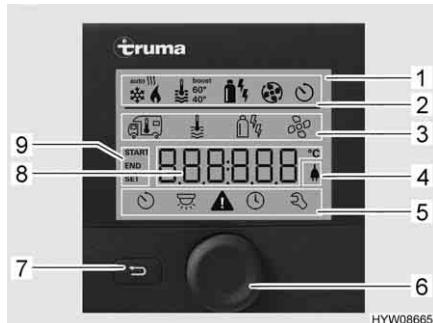
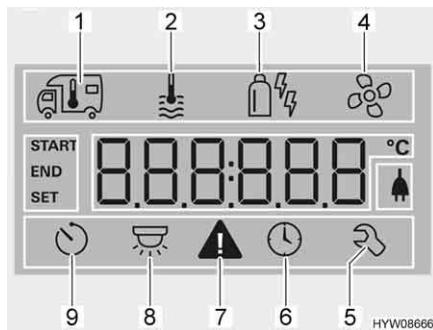

Fig. 151 Centralina di controllo con indicazioni
Fig. 152 Display (centralina di controllo)
- Riga di stato (Fig. 151,2)
- Riga di menu in alto (Fig. 151,3)
- Area di indicazione (Fig. 151,8)
- Riga di menu in basso (Fig. 151,5)
- Premere la manopola/il pulsante (Fig. 151,6) per circa 3 secondi. Vengono visualizzate entrambe le righe di menu (Fig. 151,3 e Fig. 151,5). Il primo simbolo lampeggia.
- Ruotare la manopola/il pulsante (Fig. 151,6), finché viene visualizzato il simbolo del menu desiderato.
- Premere la manopola/il pulsante per memorizzare il valore impostato. Se il valore impostato originariamente non deve essere modificato: Premere il tasto indietro (Fig. 151,7).
- Ruotare la manopola/il pulsante (Fig. 151,6), finché il simbolo del menu del riscaldamento (Fig. 152,1) lampeggia.
- Premere la manopola/il pulsante per memorizzare il valore impostato. Il simbolo nella riga di stato lampeggia (Fig. 151,2), finché viene raggiunta la temperatura impostata. Se il valore impostato originariamente non deve essere modificato: Premere il tasto indietro (Fig. 151,7).
- Ruotare la manopola/il pulsante (Fig. 151,6), finché il simbolo del menu relativo all'acqua calda (Fig. 152,2) lampeggia.
- Premere la manopola/il pulsante per memorizzare il valore impostato. Il simbolo nella riga di stato lampeggia (Fig. 151,2), finché viene raggiunta la temperatura dell'acqua impostata. Se il valore impostato originariamente non deve essere modificato: Premere il tasto indietro (Fig. 151,7).
Selezione della modalità di funzionamento:	<ul style="list-style-type: none"> <li>■ Ruotare la manopola/il pulsante (Fig. 151,6), finché il simbolo del menu relativo alla modalità di funzionamento (Fig. 152,3) lampeggiava.</li> <li>■ Premere la manopola/il pulsante.</li> <li>■ Ruotare la manopola/il pulsante, finché viene visualizzata la modalità di funzionamento desiderata: <ul style="list-style-type: none"> <li>●  Funzionamento a gas</li> <li>●  Funzionamento elettrico (900 W)</li> <li>●  Funzionamento elettrico (1800 W)</li> <li>●  Funzionamento a gas e elettrico (900 W)</li> <li>●  Funzionamento a gas e elettrico (1800 W)</li> </ul> </li> </ul>
- Premere la manopola/il pulsante per memorizzare la modalità di funzionamento impostata. Se il valore impostato originariamente non deve essere modificato: Premere il tasto indietro (Fig. 151,7).
- Ruotare la manopola/il pulsante (Fig. 151,6), finché il simbolo del menu delle ventole (Fig. 152,4) lampeggia.
- Ruotare la manopola/il pulsante (Fig. 151,6), finché il simbolo del menu del timer (Fig. 152,9) lampeggia.
- Premere la manopola/il pulsante. Il timer è attivato. Il simbolo del timer (Fig. 152,9) lampeggiante quando il timer è programmato e attivo.
In caso di avviso, il relativo simbolo lampeggia (Fig. 152,7). Il riscaldamento rimane in funzione. Se si tratta solo di un guasto temporaneo, il simbolo di avvertimento si spegne autonomamente.